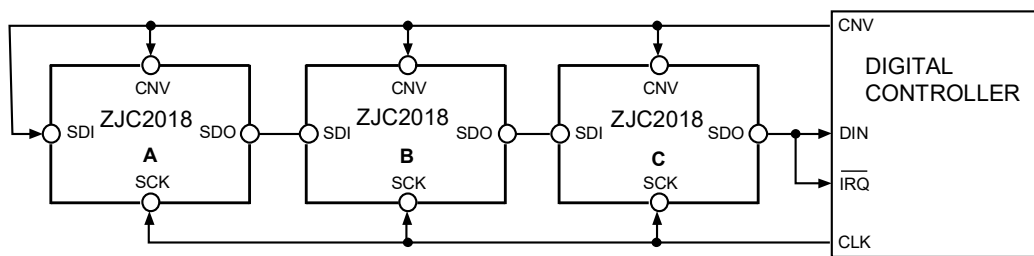
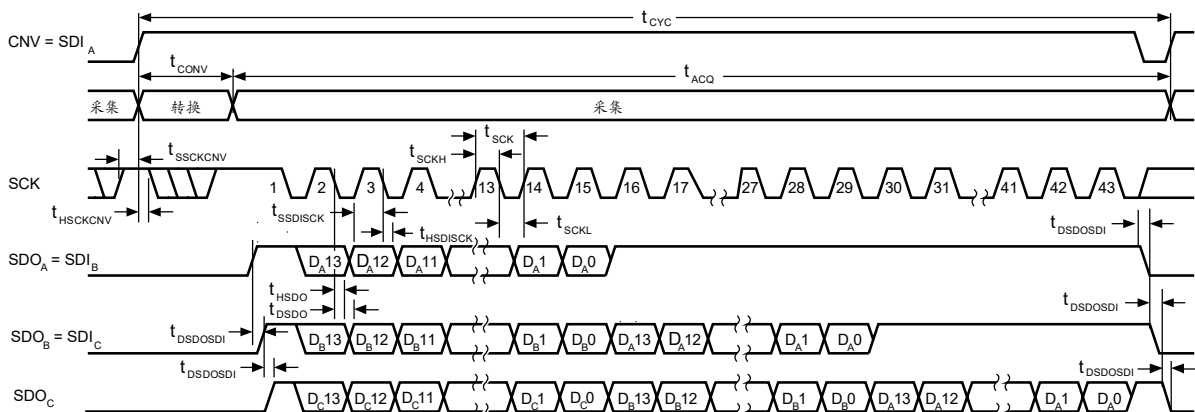

图 46. 链模式(有繁忙指示)连接图
图 47. 链模式(有繁忙指示)串行接口时序
- 链 (Chain) 模式下，CNV 上升沿期间 SCK 为高电平（参见图 47）。
使用三个 ZJC2018 的连接示例如图 46 所示，相应时序如图 47 所示。
SDI 和 CNV 为低电平时，SDO 变为低电平。将 SCK 置为高电平时，CNV 上的上升沿启动转换，选择链模式，并启用繁忙指示功能。此模式下，CNV 在转换阶段和随后的数据回读期间保持高电平。链内所有 ADC 完成转换后，将最靠近数字主机的 ADC 的 SDO 引脚（参见图 46 中标示为 C 的 ADC ZJC2018）驱动为高电平。SDO 上的这一转换可用作繁忙指示，以触发数据回读。ZJC2018 接着进入采集阶段并待机。存储在内部移位寄存器中的剩余数据位则在随后的 SCK 下降沿以 MSB 优先方式逐个输出。对于每个 ADC，SDI 馈入内部移位寄存器的输入，并通过 SCK 下降沿逐个输出。链内每个 ADC 首先输出数据 MSB，回读 N 个 ADC 需要  $14 \times N + 1$  个时钟。